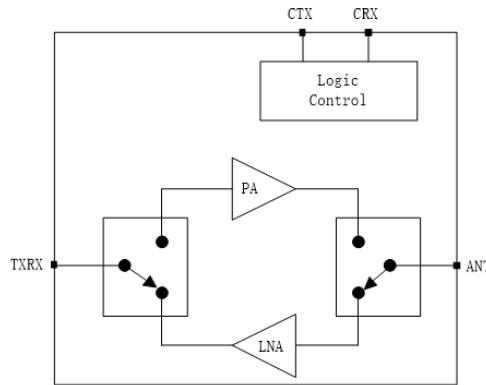

图 1-1
GC1101 是一款由杭州地芯科技有限公司开发的针对 2.4GHz ISM 频段的射频前端。芯片内部集成了功率放大器 (PA), 低噪声放大器 (LNA), 开关 (Switch) 以及控制模块。主要应用于蓝牙网关、Zigbee 网关以及 2.4GHz 频段的遥控器。芯片内部原理图如图 1-1 所示: